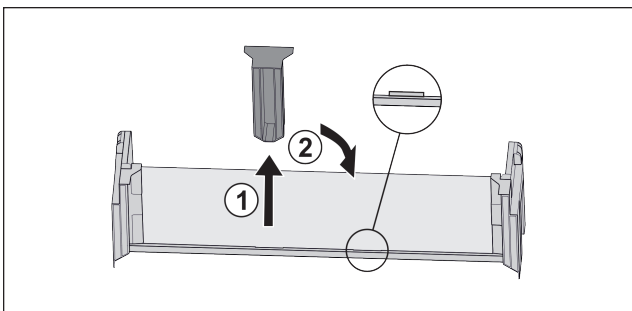

Fig. 92
- ▶ Middelste vasthouddeel lostrekken Fig. 92 (1).
- ▶ Middelste vasthouddeel in tweede positie inzetten Fig. 92 (2).